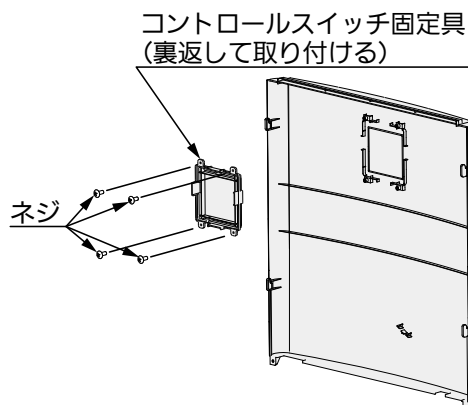

図 18
- ④ コントロールスイッチをはずした部分にコントロールスイッチ固定具を裏返して取り付けてください。（図 18）
- ⑤ 前面パネルを取り付けてください。（ネジ2か所）